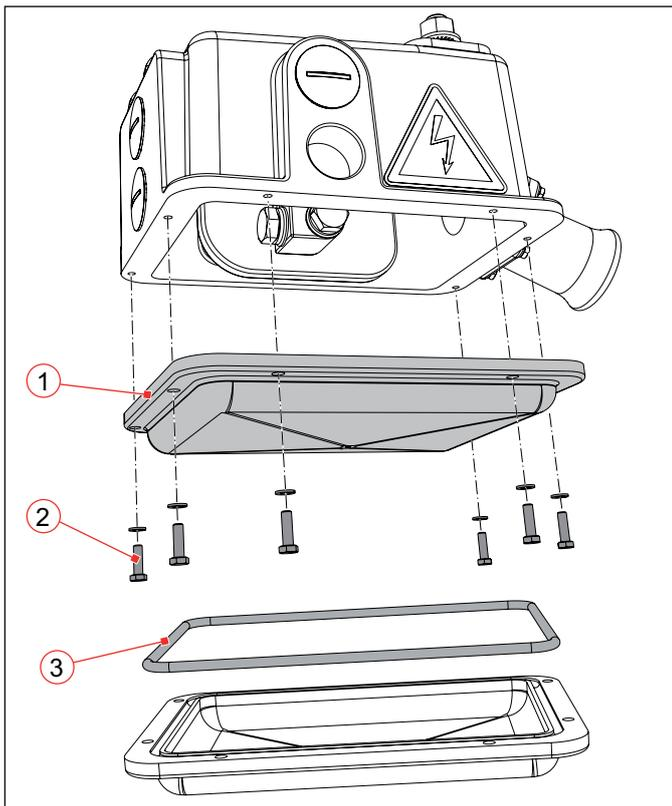
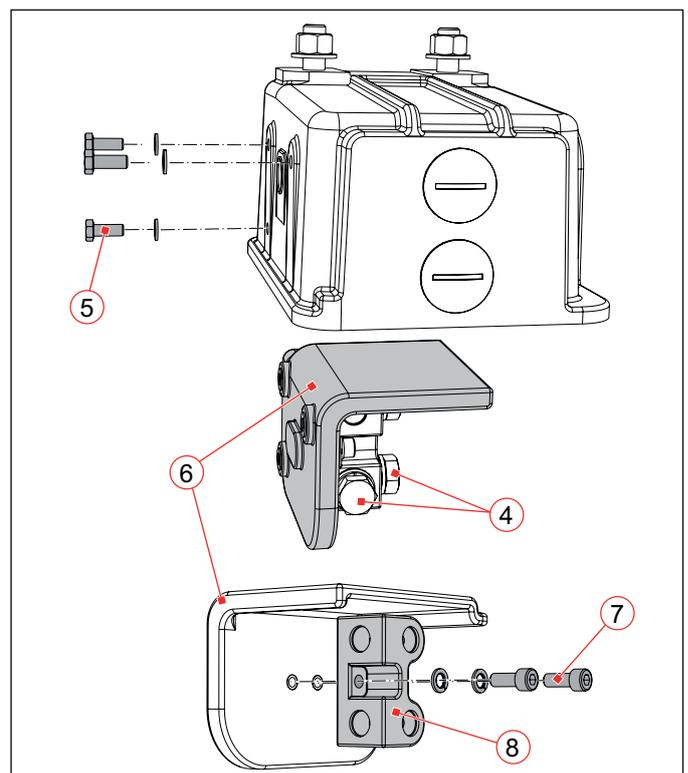

Abb. 53: Deckeldichtung (3) des Kabelabzweigkastens tauschen
Abb. 54: Klemmstückträger (6) und/oder Klemmstück (8) tauschen
Deckeldichtung tauschen (Abb. 53)
Klemmstückträger und/oder Klemmstück tauschen (Abb. 54)
- ▶ Zum Austausch von Klemmstückträger und/oder Klemmstück die 6 Sechskantschrauben M8 (Abb. 53/2) unten am Gehäusedeckel (1) des Kabelabzweigkastens lösen und Gehäusedeckel abnehmen.
- ▶ Sechskantschrauben (Abb. 54/4) lösen und Kabel abklemmen.
- ▶ Zur Demontage des Klemmstückträgers (6) die 3 Sechskantschrauben M8 (5) am Gehäuse lösen.
- ▶ Wenn nur der Klemmstückträger oder nur das Klemmstück getauscht werden soll, die beiden Innensechskantschrauben M8 (7) lösen und Klemmstück (8) vom Klemmstückträger (6) abnehmen.
- ▶ Klemmstückträger (6) und/oder Klemmstück (8) erneuern.
- ▶ Das Klemmstück (8) mit den beiden Innensechskantschrauben (7) und Sperrkantringen an den Klemmstückträger (6) anschrauben. Drehmoment: 10 Nm
- ▶ Klemmstückträger (6) mit den 3 Sechskantschrauben M8 (5) und Sperrkantringen an das Gehäuse anschrauben. Drehmoment: 10 Nm
- ▶ Kabel mit den Sechskantschrauben (4) wieder anklemmen. Drehmoment: 80 Nm
- ▶ Dichtung des Gehäusedeckels überprüfen. Bei Beschädigung die Dichtung erneuern (siehe dazu Abschnitt „Deckeldichtung tauschen (Abb. 53)“)
- ▶ Die 6 Sechskantschrauben M8 (Abb. 53/2) für den Gehäusedeckel (1) mit Gefrierfett OPTITEMP TT1 einfetten.
- ▶ Gehäusedeckel (1) mit eingeklebter Dichtung (3) wieder aufsetzen und mit den 6 Sechskantschrauben (2) und Sperrkantringen festschrauben. Drehmoment für die Deckelschrauben: 6 Nm